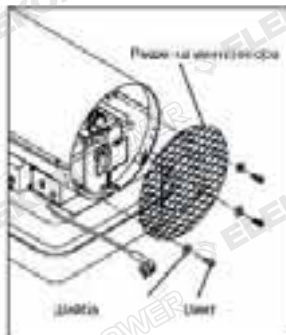

Рис. 13. Снятие решетки вентилятора
- Снимите защитную решетку вентилятора (см. рис.13).
- Снимите решетку вентилятора (см. рис.13).